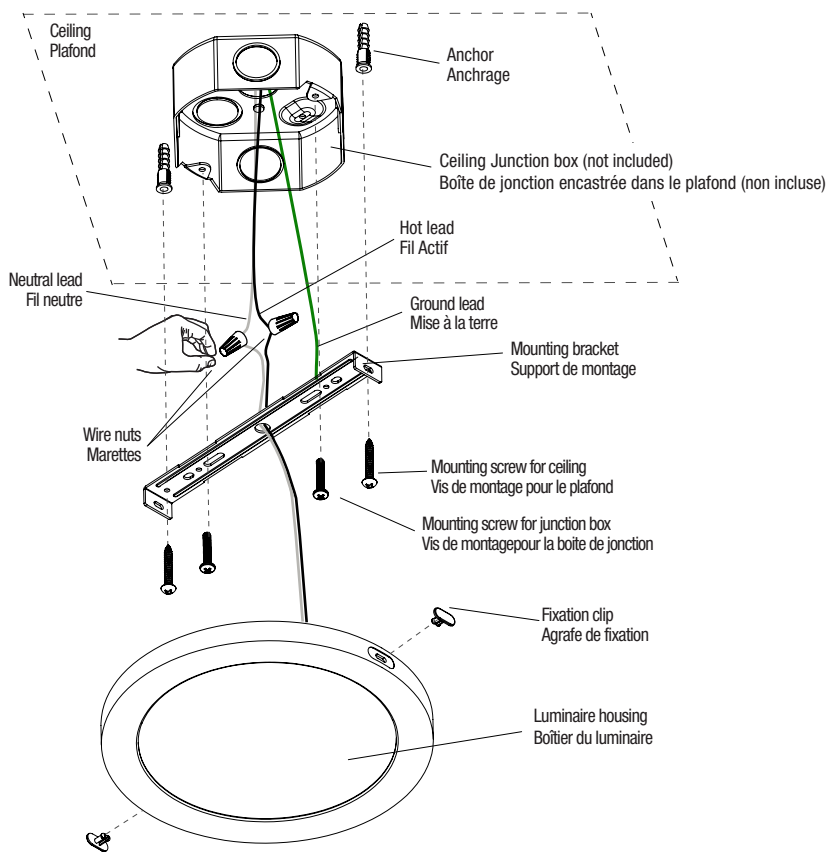

Fig. 1
4. Bring the luminaire near the junction box and made wiring electrical connections by using the wires nuts (Fig. 1).
4. Apporter le luminaire près de la boîte de jonction et faire les connexions électriques en utilisant des marettes (Fig. 1).